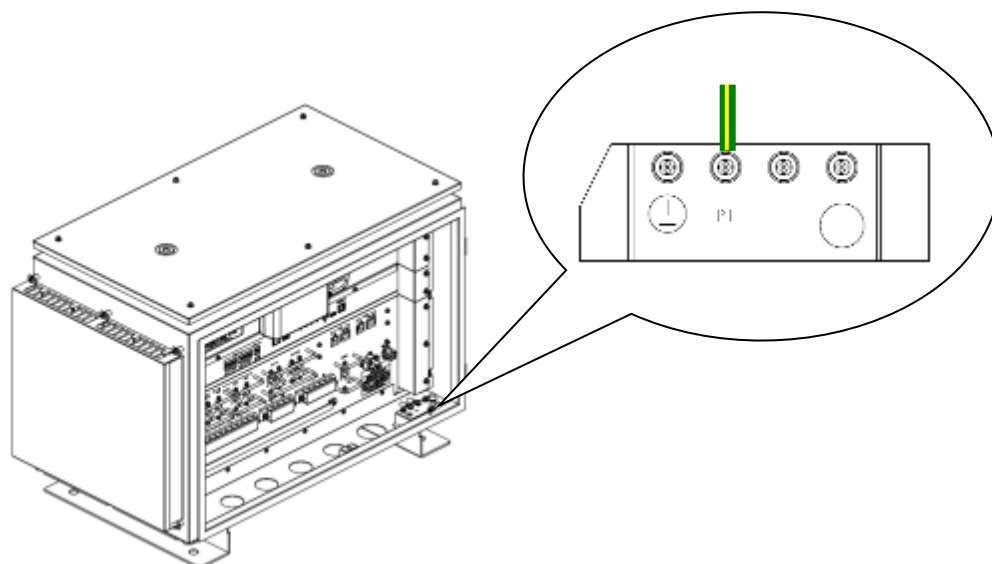

図 3.19 ケーブル (PE) の配線
- ② 制御部の PE の配線を図 3.19 に示します。PE 端子部にバッテリー部の添付品のケーブル (PE) を接続してください。(締め付けトルク : $1.35 \text{ N}\cdot\text{m} \pm 0.17 \text{ N}\cdot\text{m}$)